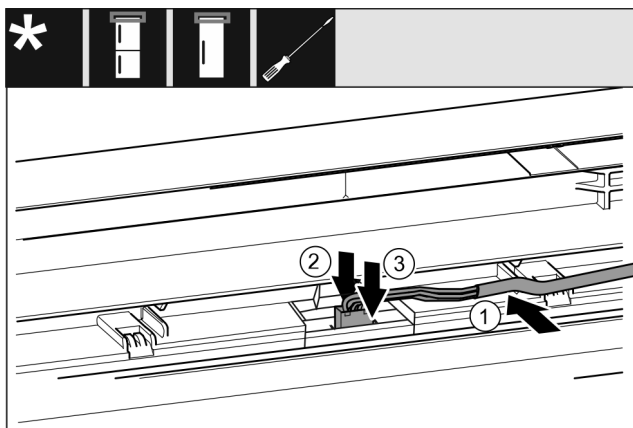

Fig. 32
- ▶ Anbring det grå kabel i føringen i den øverste dør. Fig. 32 (1)
- ▶ Tryk låsetappen bagud Fig. 32 (2)
- ▶ Lad stikket gå i indgreb. Fig. 32 (3)